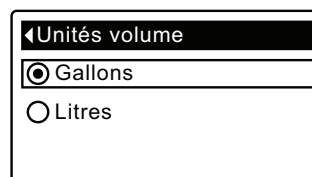

FIG. 49
5. Appuyez sur le SÉLECTEUR (O) pour afficher le menu des unités de volume (cf. Figure 49).
6. Si le cercle à gauche de l'unité souhaitée a déjà un point (cf. Figure 49), passez à l'étape 7. Sinon, appuyez sur le bouton BAS (▼) ou HAUT (▲) pour passer à l'autre unité, puis sur le SÉLECTEUR (O) pour valider votre choix.
7. Appuyez sur le SÉLECTEUR (O) : l'afficheur revient au menu des préférences utilisateur.